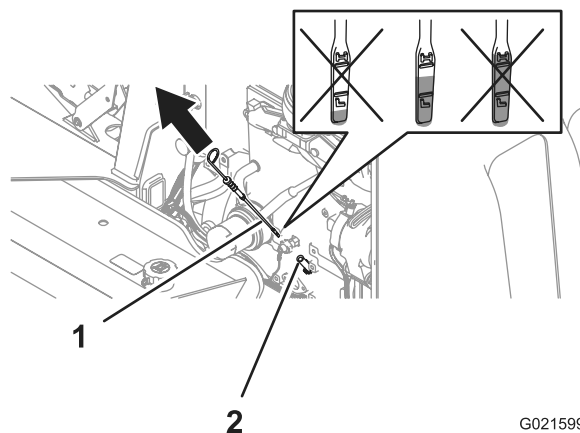

Рисунок 41
4. Выньте измерительный щуп и протрите его чистой тканью (Рисунок 41).
5. Вставьте измерительный щуп в трубку измерительного щупа, снова извлеките его и посмотрите уровень масла по щупу (Рисунок 41).